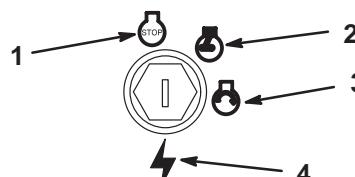

Bild 8
6. Drehen Sie den Zündschlüssel auf Start (Bild 8), um den Anlasser zu aktivieren. Lassen Sie den Schlüssel sofort los, wenn der Motor anspringt.
3. Drehen Sie den Zündschlüssel auf „Aus“ (Bild 8).